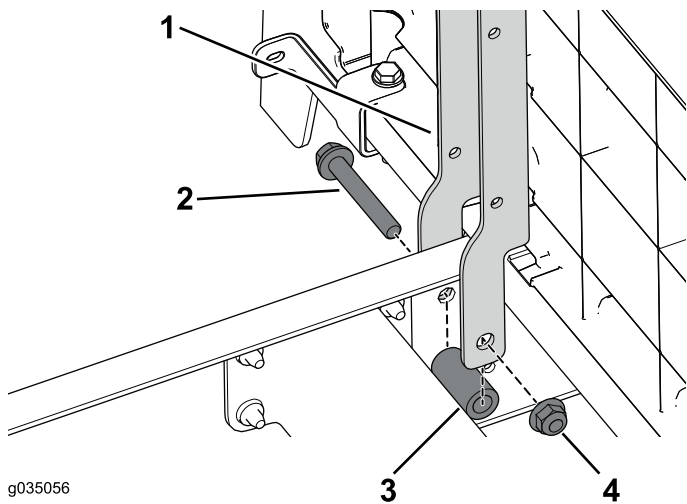

图92
1. 使用 2 个螺栓 3/8 x 2-1/2 英寸、隔片和凸缘螺母将左、右座椅支架固定到机器的前部 图92。